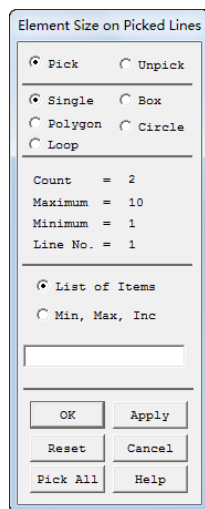
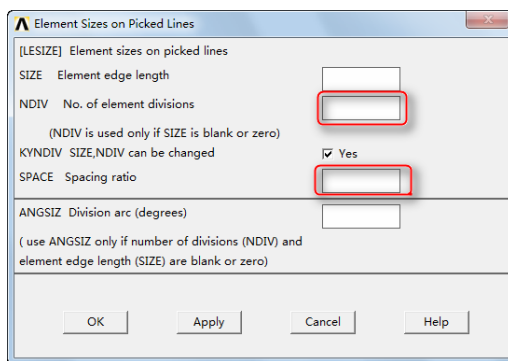

图 5-87 “拾取”对话框
图 5-88 “Element Sizes on Picked Lines”对话框
②在“MeshTool”对话框中单击 Lines→Set 按钮，会弹出拾取对话框，如图 5-87 所示。拾取入口矩形的上下边，单击“Apply”按钮，会弹出“Element Sizes on Picked Lines”对话框，如图 5-88 所示。
③在“NDIV NO. of element divisions”中输入 15，在“SPACE Spacing ratio”中输入 -2（这样设置使得直线两端的网格密度较大，中间网格密度较小），单击“Apply”按钮。
④拾取过渡面积的上下两条曲线和直线，单击“Apply”按钮，弹出如图 5-88 所示对话框。在“NDIV NO. of element divisions”中输入 12，在“SPACE Spacing ratio”中输入 1（这样设置使得直线被均匀划分），单击“Apply”按钮确定。
⑤拾取出口矩形的上下两条直线，单击“Apply”按钮，弹出如图 5-88 所示的对话框
⑥注意到出口矩形上边的网格尺寸划分密度没有偏向出口，这需要额外的操作处理。在“MeshToo”1面板单击“Lines→Flip”按钮，弹出拾取对话框。拾取出口矩形上边，单击“OK”按钮。
⑦定义横向网格密度。在“MeshTool”对话框中单击“Lines→Set”按钮，弹出拾取对话框。拾取图形窗口的四条垂直直线，单击“OK”按钮，弹出如图5-88所示对话框。在“NDIV NO. of element divisions”中输入10，在“SPACE Spacing ratio”中输入-2（这样设置使得直线左端的网格密度较大，中间网格密度较小），单击“OK”按钮。